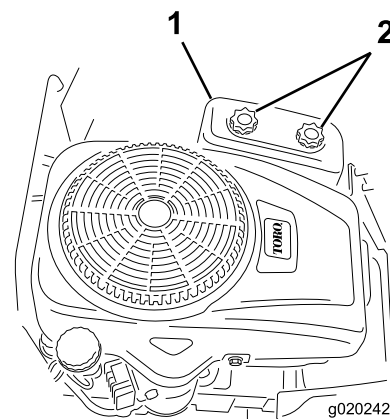

Figura 27
3. Retire la tapa del limpiador de aire desenroscando los 2 pomos (Figura 27).
3. Instale la tapa del limpiador de aire y apriete los 2 pomos (Figura 27).